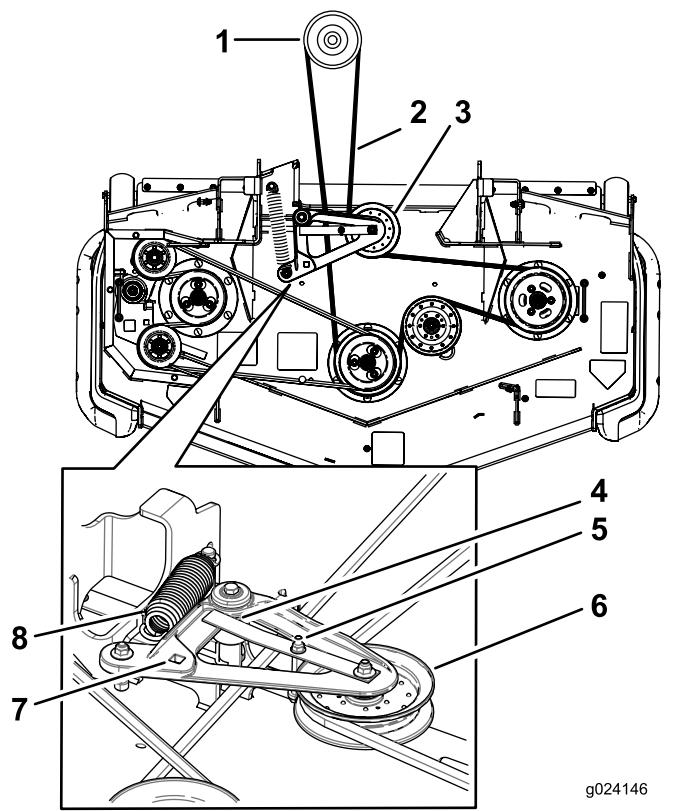

Figure 73
10. Insérez le rochet dans le trou carré pour chauffer la courroie sur les poulies du plateau de coupe et les poulies de tension (Figure 73).
8. Insérez un rochet dans le trou carré du bras de la poulie de tension pour détendre le ressort de la poulie (Figure 73).
10. Soulevez la patte du guide-courroie et déposez la courroie existante (Figure 73).
11. Acheminez la courroie neuve autour des poulies du plateau de coupe et de la poulie d'embrayage, sous le moteur (Figure 73).
12. Tournez et vérifiez que la patte du guide-courroie vient frapper le moyeu de pivot (Figure 73).
13. Insérez le rochet dans le trou carré et montez le ressort de la poulie de tension (Figure 73). Les extrémités du ressort doivent être engagées dans les rainures d'ancrage.